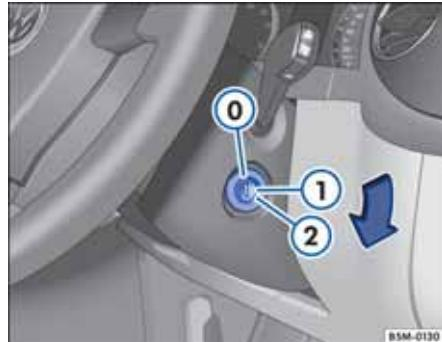

图 120 点火开关锁孔位置
① 切断点火开关电源/关闭发动机/锁止方向盘
点火钥匙处于该位置时⇒图 120 ①，关闭点火开关，发动机熄火，同时啮合方向盘锁止机构，锁止方向盘。